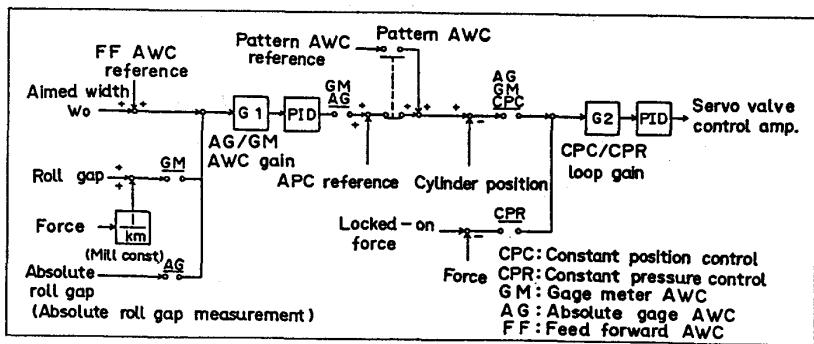

Fig.2 Block diagram of AWC
- (5) Fig.2にAWC制御のブロック図を示す。AG-AWCは、ハウジングの伸縮に影響されない絶対ロール開度(Fig.3)をフィードバックとして制御するモードである。